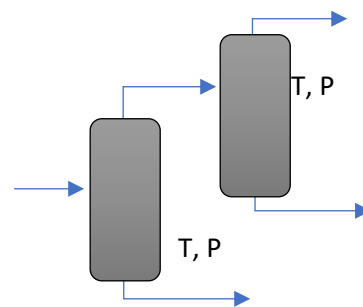

Figura 1 A
Se quiere fraccionar una mezcla de metanol (1) y cloroformo (2) utilizando dos separadores líquido-vapor (separadores flash) en cascada que por requerimientos de proceso operan a 6 bar (figura 1.A). El sistema a esta presión tiene un comportamiento líquido-vapor según se muestra en la figura 1.B. Se alimenta al tren de separación una mezcla con 30 % molar de metanol.